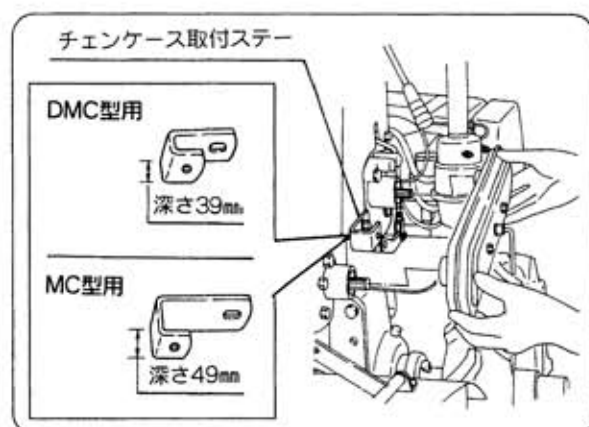

図16
- 本機（ティラー）のボルトを外し、チェンケース取付ステーが軽く動く程度に取付けます。（図16）